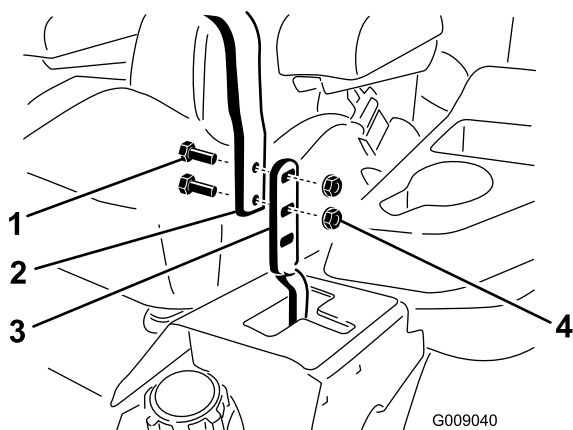

Figure 94
3. Desserrez les boulons et les écrous à embase situés dans les leviers (Figure 94).